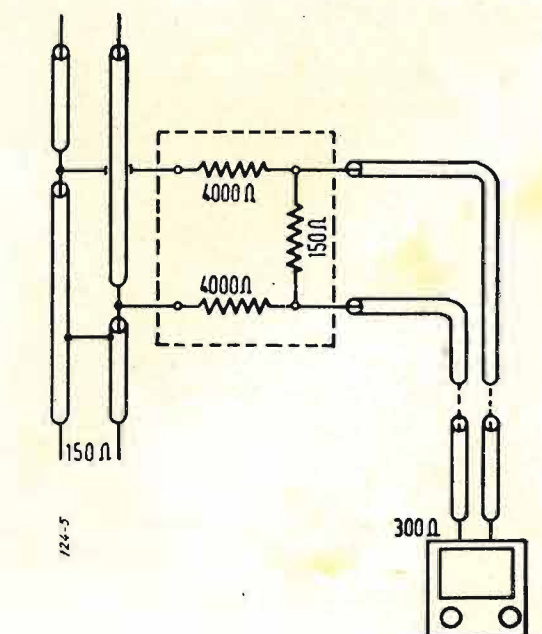
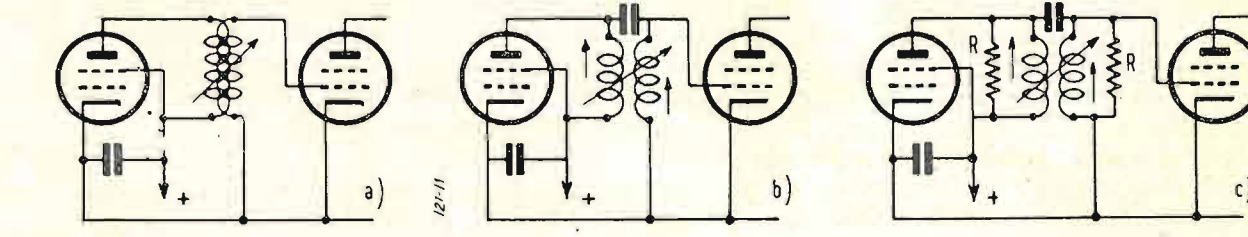

Fig. 4. - Schema elettrico delle scatole di derivazione verso i vari televisori da alimentare.
Fig. 3.
Fig. 3. - Schema di un impianto di antenna centralizzata per l'alimentazione di parecchi televisori ai vari piani di un edificio. A = antenna; C = cavo coassiale binato; S = scatole di derivazione; T = televisori.
Lo schema generale di un impianto di questo genere è illustrato in fig. 3. Il dettaglio delle scatole di terminazione-disaccoppiamento è dato in fig. 4.
3) Usando tutti gli accorgimenti di cui sopra combinati vedi fig. 3.